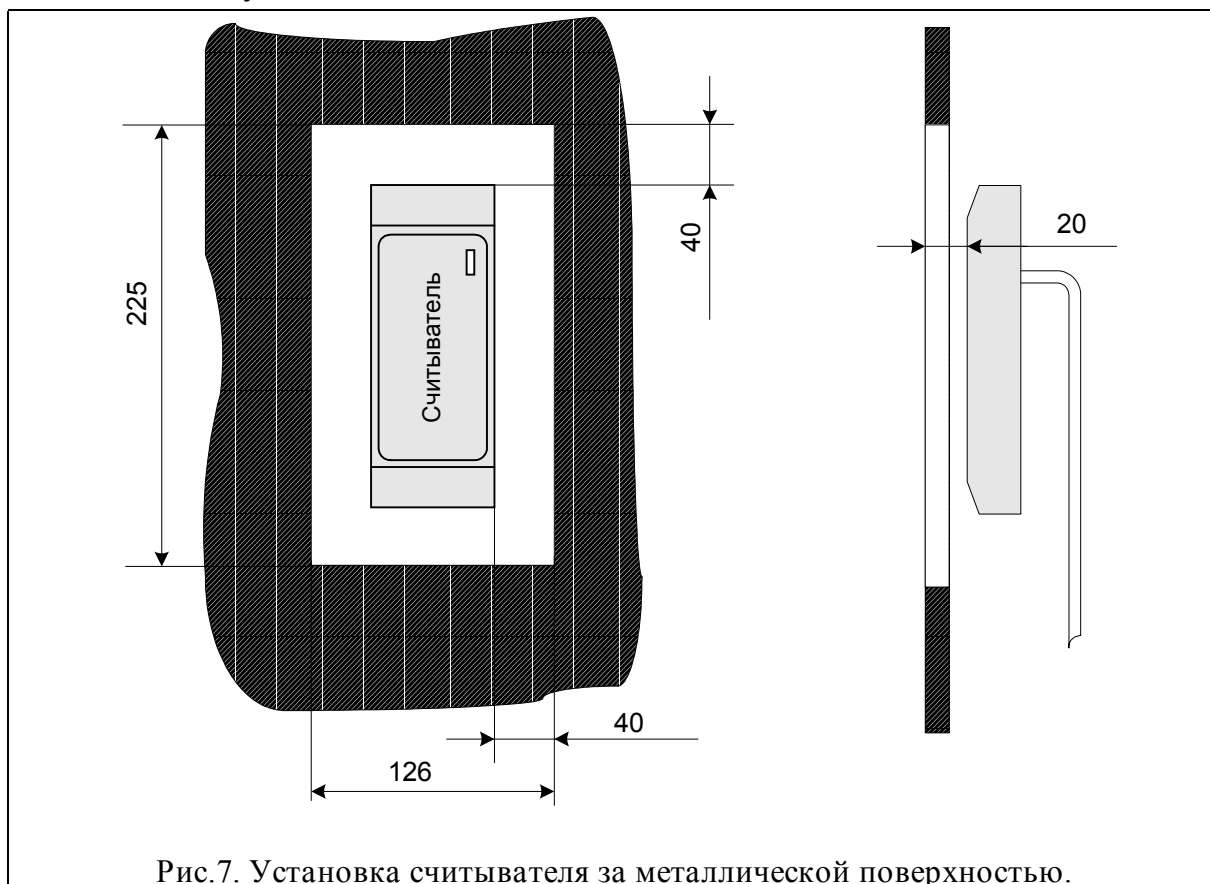

Рис.7. Установка считывателя за металлической поверхностью.
- При установке считывателя за металлической поверхностью, в ней необходимо вырезать окно, напротив которого, равноудалено от краев окна, и устанавливается считыватель (см. рис. 7), при этом размеры окна должны быть не менее 220×126 мм. Само окно может быть закрыто неметаллической вставкой (например, из пластмассы), а считыватель может быть утоплен вглубь окна на расстояние не более 20 мм от внешней стороны металлической поверхности — дальность считывания кода при таком способе монтажа считывателя уменьшается на 30—50%;